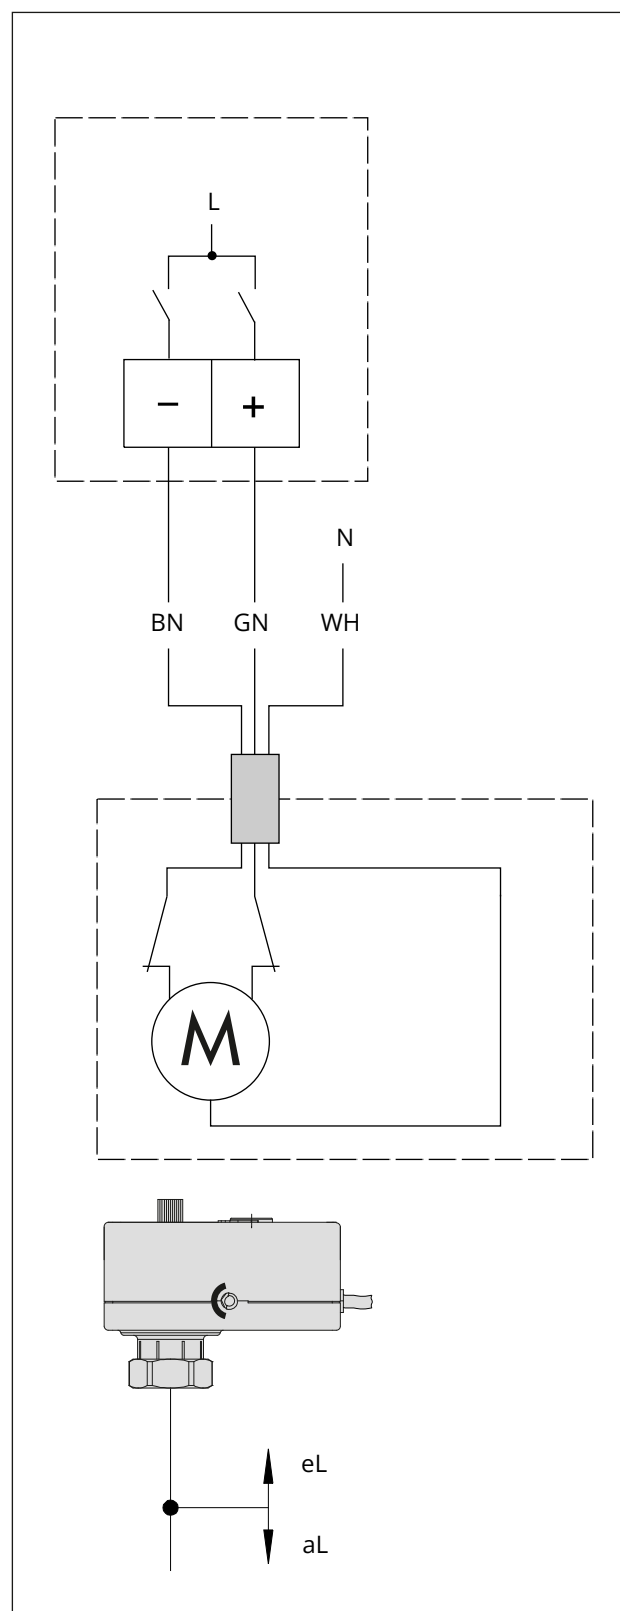

Bild 6: Elektrischer Anschluss · Dreipunkt-Ansteuerung
- ⇒ Die Adern der dreiadrigen Anschlussleitung nach Bild 6 anschließen.